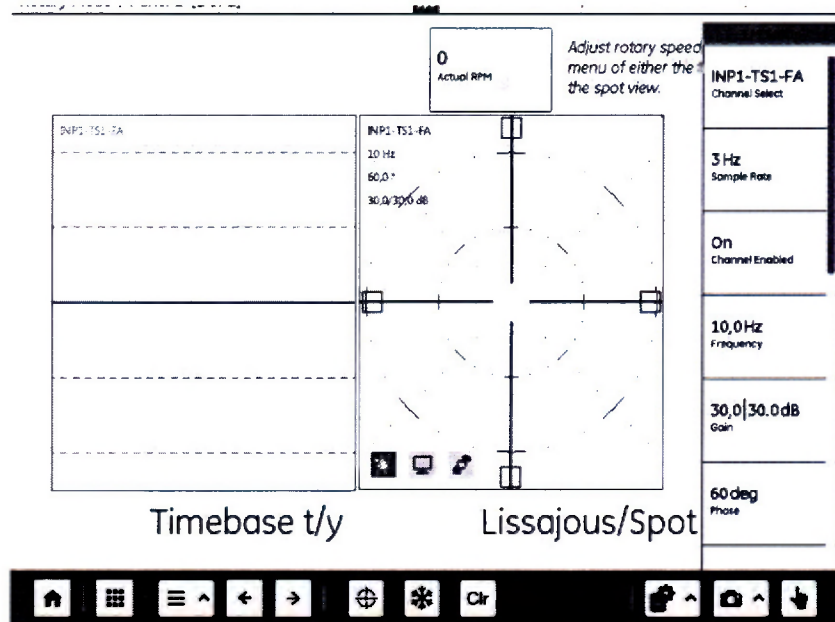

Рисунок 2 – Установка параметров
8.4.1.5 Нажать кнопку  (рисунок 2) для вывода панели «EM Setup» (для появления кнопки необходимо нажать в любую область комплексной плоскости «Lissajous/Spot»).
8.4.2.4 Нажать кнопку  (рисунок 2) для вывода панели «EM Setup» (для появления кнопки необходимо нажать в любую область комплексной плоскости).